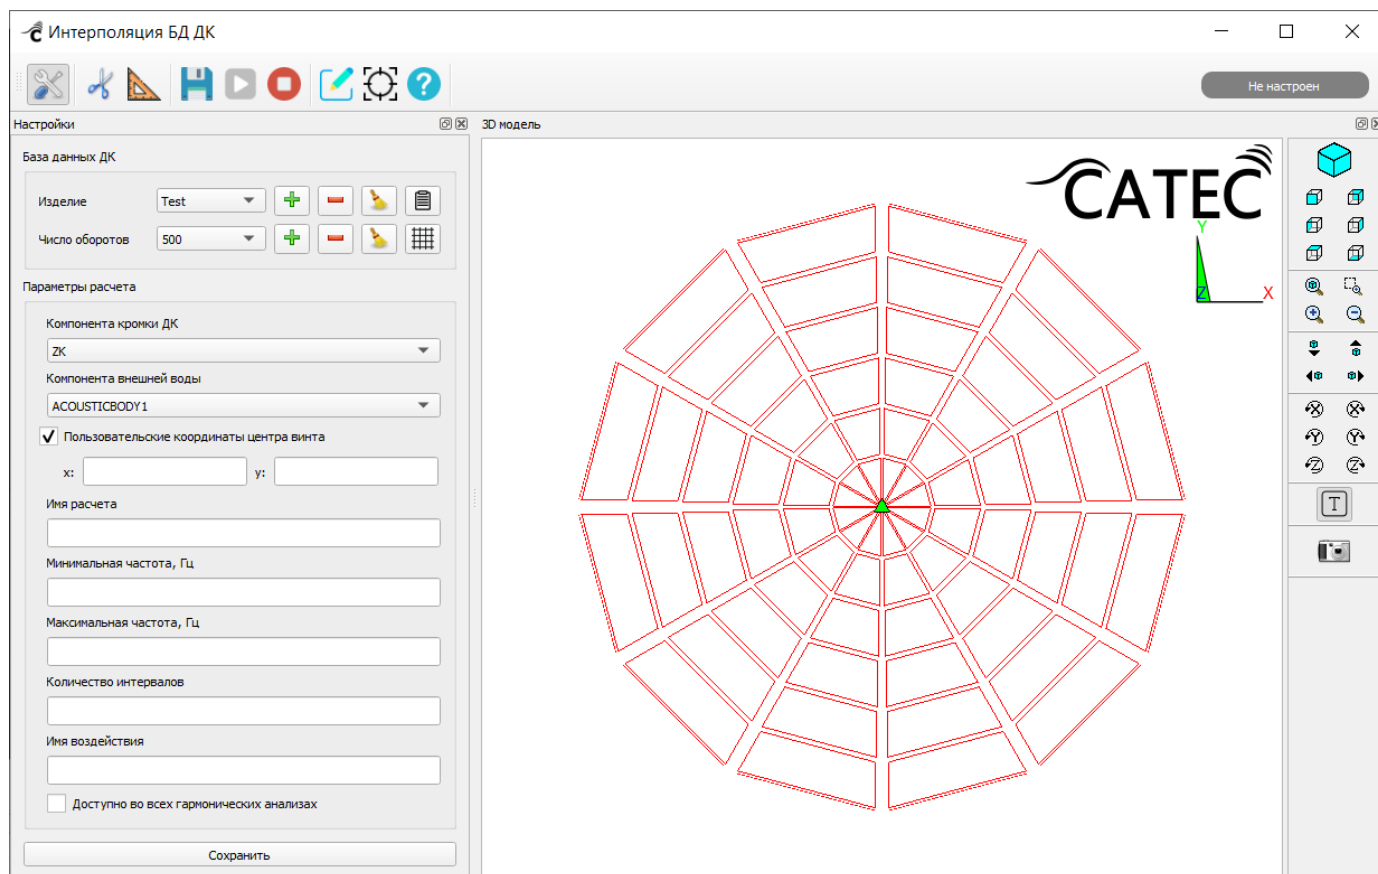

Рисунок 167 – Поля «Пользовательские координаты центра»
- флажок «Пользовательские координаты центра винта» – если при расчете алгоритма задействуются не все лопасти винта, центр винта относительно них определить не удастся, поэтому требуется ручная корректировка точки центра. При установке флажка отображаются дополнительные поля «X» и «Y», где нужно вручную ввести координаты точки центра (Рисунок 167). Для удобного визуального контроля местоположения точки центра на 3D-модели следует выбрать значение «ZK» в поле «Компонента кромки ДК».